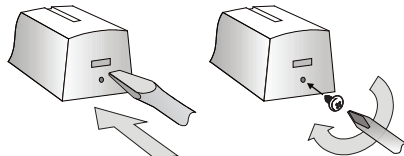

Figura 2: Abertura de la tapa del detector y fijación por tornillo
1. Abra la tapa del detector apretando el cerrojo - véase la figura 2;